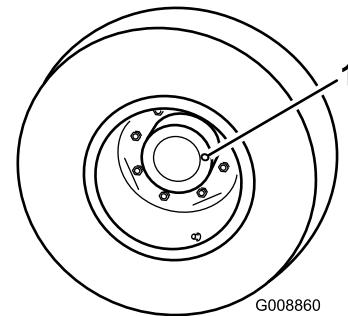

图52
1. 机器在水平地面上时将车轮放置为 1 个检查塞 图52 在 12 点钟位置另一个在 3 点钟位置。
2. 取出 3 点钟位置的检查塞 (图52)。
- 从齿轮箱的左侧取出检查/注油塞 **图52** 确保润滑油向上直至孔的底部。如果润滑剂过少请添加足够的润滑剂直至液位达到孔的底部。